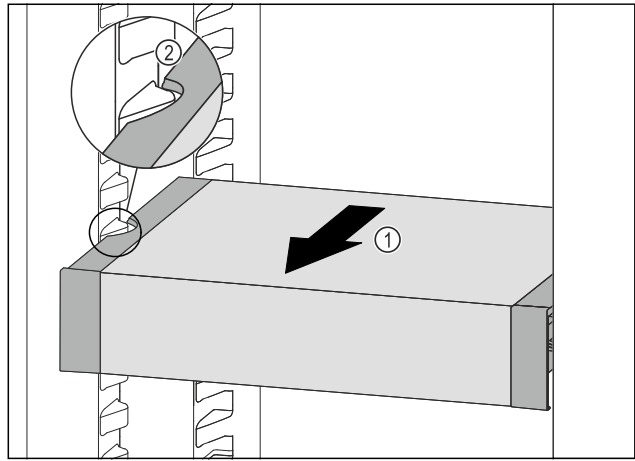

Fig. 145
- ▶ Вытягивайте VarioSafe вперед Fig. 145 (1), пока боковые выемки VarioSafe не окажутся на высоте выступа резервуара в холодильном отделении. Fig. 145 (2)